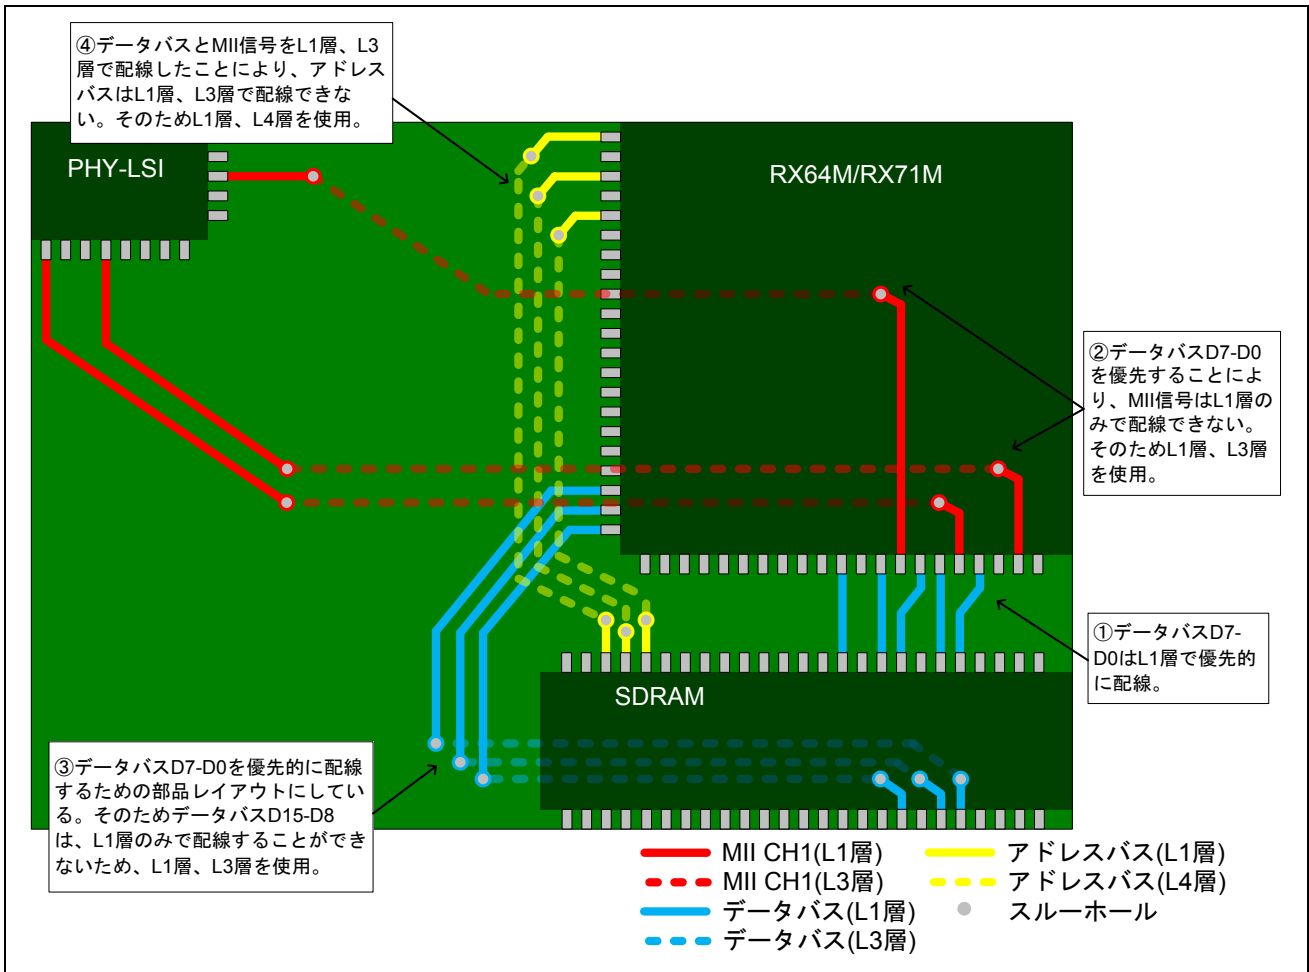

図2 パターン配線イメージ(L1層からの透し図)
1. SDRAM のデータバス D7-D0(特に D5,D6)を L1 層で優先的に最短で配線します。(図 2 の①参照)
3. SDRAM のデータバス D7-D0 を優先することにより、MII 信号(特に ET1_RX_CLK)は L1 層のみで配線することができません。そのため L1 層と L3 層で配線します。なお L3 層を使用するのは、L3 層の上に GND 層(L2 層)があることで、リターン電流が戻りやすいためです。(図 2 の②参照)
4. SDRAM のデータバス D7-D0 を優先的に配線するための部品レイアウトにしています。そのためデータバス D15-D8 は、L1 層のみでは配線することができないため、L1 層と L3 層で配線します。なお L3 層を使用するのは、L3 層の上に GND 層(L2 層)があることで、リターン電流が戻りやすいためです。(図 2 の③参照)
5. SDRAM のアドレスバスは、データバスと MII 信号を L1 層、L3 層で配線したことにより、L1 層、L3 層で配線することはできません。そのため L1 層と L4 層で配線しています。(図 2 の④参照)